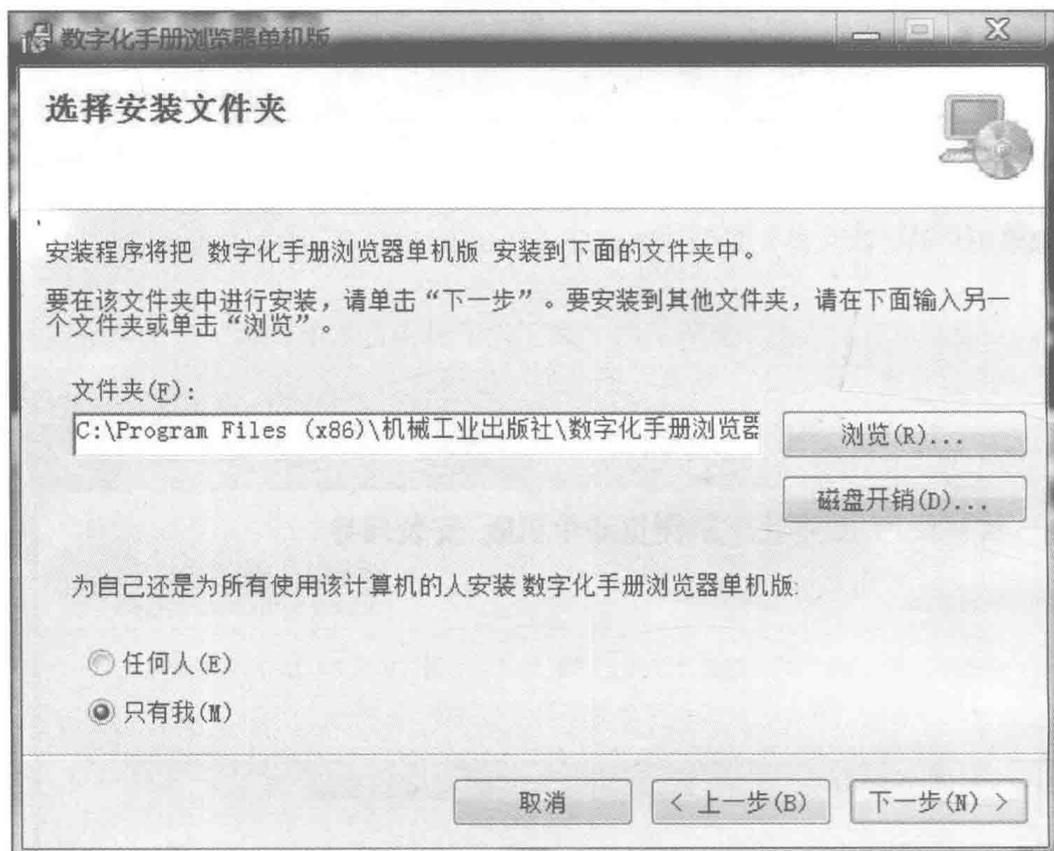

图 1-5 “选择安装文件夹”窗口
5) 进入图 1-5 所示的“选择安装文件夹”窗口。系统推荐的安装目录是“C:\Program Files(x86)\机械工业出版社\数字化手册浏览器单机版”，如果同意安装在此目录下，单击“下一步”按钮。如果希望安装在其他的目录中，单击“浏览”按钮，在弹